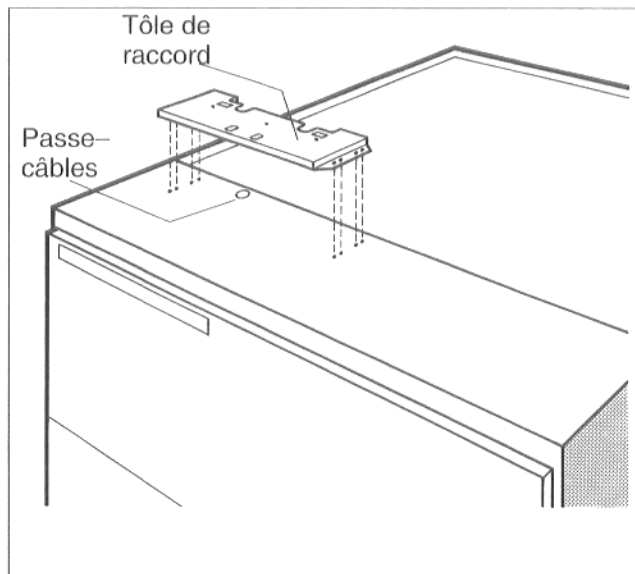

Fig. 50
- Visser à droite ou à gauche la tôle de raccord sur le capot avant de la chaudière (Fig. 50). Les alésages pour fixation sur le capot de la chaudière sont percés. Monter la tôle de raccord à gauche de la porte-brûleur si la butée se trouve à gauche et à droite si celle-ci se trouve à droite.